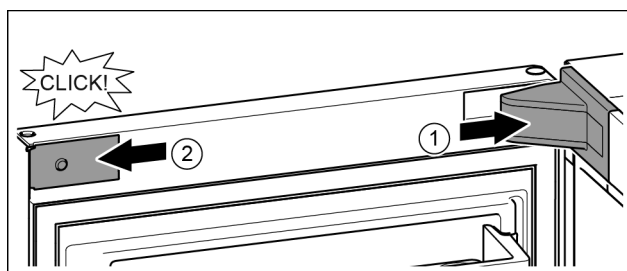

Fig. 41
- ▶ Крышку опорного кронштейна установить и зафиксировать, при необходимости, осторожно разжать. Fig. 41 (1)
- ▶ Установить сбоку накладку и зафиксировать. Fig. 41 (2)